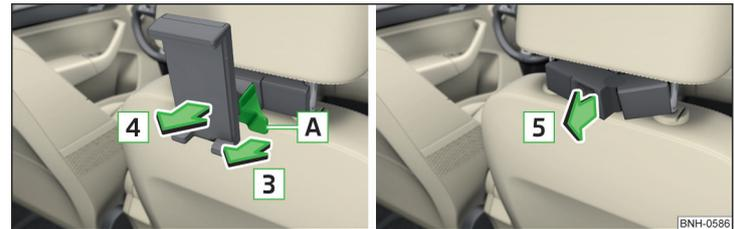

Abb. 83 Abnehmen: Halter / Adapter
- Zum **Abnehmen** an der Sicherungslasche **A** in Pfeilrichtung **3** ziehen und den Halter in Pfeilrichtung **4** aus dem Adapter nehmen » Abb. 83.